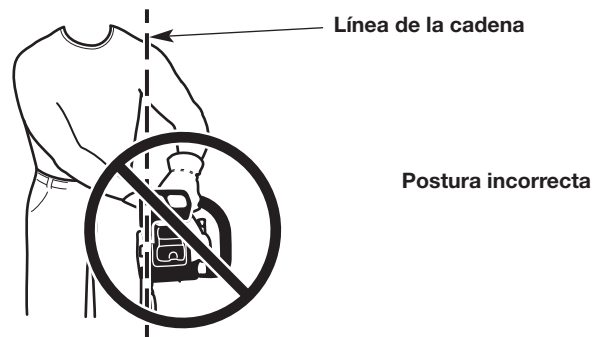

Fig. 11
**ADVERTENCIA:** Utilice siempre estos lugares para las manos que se especifican a continuación independientemente de que el operador sea diestro o zurdo. Esto ayudará a mantener al operador levemente hacia la izquierda de la unidad y fuera de la línea directa de la cadena de la sierra en caso de que se produzca un contragolpe (Fig. 10 y Fig. 11). Mantenga siempre todas las partes del cuerpo a la izquierda de la línea de la cadena.